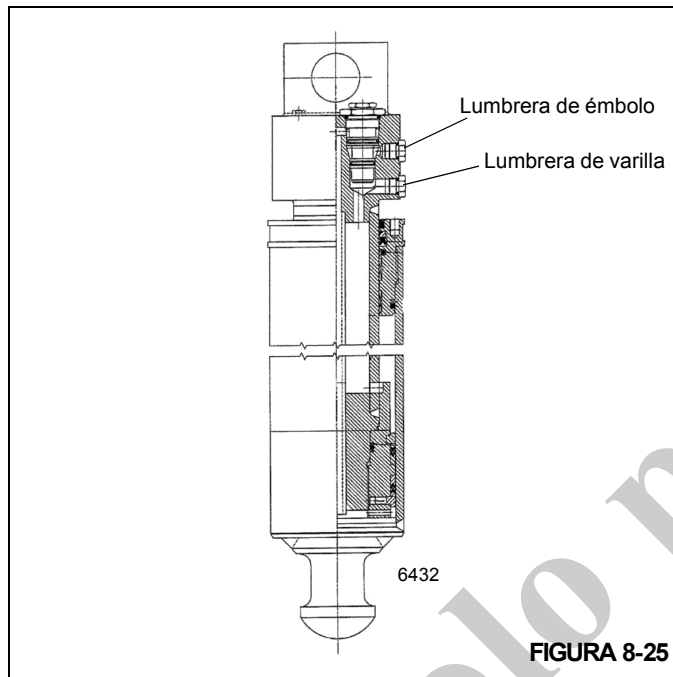

FIGURA 8-25
2. Quite la manguera del cilindro del lado de la varilla del cilindro de gato que se sospecha que tiene fugas (Figura 8-25). El aceite fluirá hasta que se vacíe la cavidad del bloque de lumbreras del cilindro. Una vez que se vacíe la cavidad del bloque de lumbreras, el aceite deberá dejar de fluir por la lumbrera del lado de la varilla.